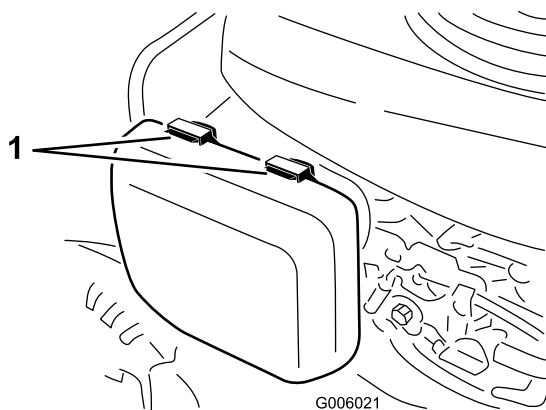

Figura 37
1. Presione hacia abajo los cierres de la parte superior de la tapa del limpiador de aire (Figura 37).